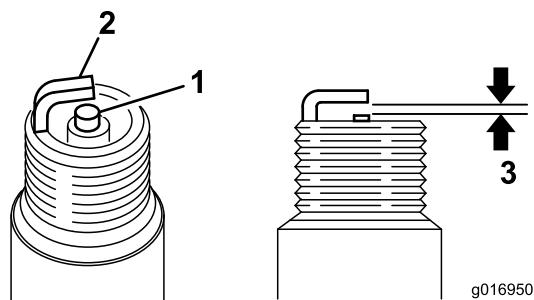

Bild 35
3. Stellen Sie den Abstand auf 0,6 bis 0,7 mm ein (Bild 35). Setzen Sie Zündkerze mit dem richtigen Abstand ein und ziehen sie auf 23 N·m an.